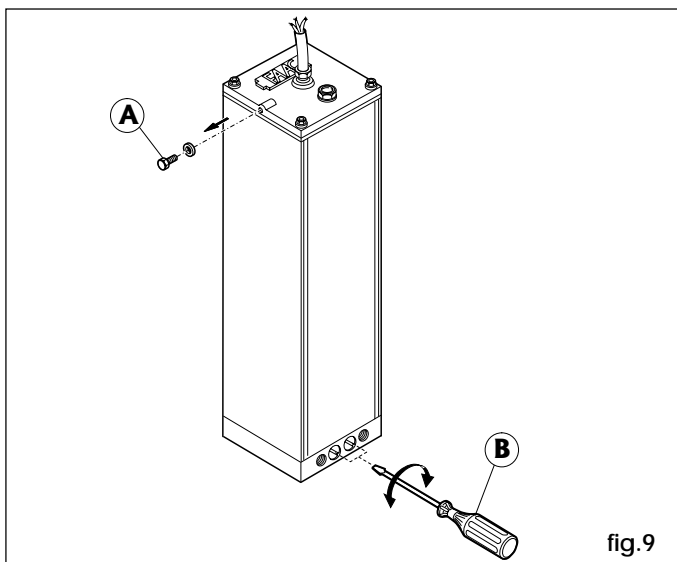

fig.9
- 4) Haal de ontluchtingsschroef weg zoals op fig.9 ref.A en bewaar hem.
Om het hydraulische regelsysteem van de overgebrachte kracht af te stellen, dienen de twee bypass-schroeven te worden gebruikt (fig.9 ref.B).